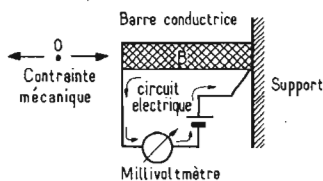

Fig. 1. - Principe de base de la jauge de contrainte.
a recours à un système électrique. Peu de choses ayant été dites à leur sujet, il semble donc important de signaler que les jauges de contrainte sont utilisées dans des domaines très divers de l'industrie, et dans certaines techniques de pointe (par exemple, les techniques spatiales). Pour réaliser cette mise en évidence, il est fait usage de la propriété qu'ont certains conducteurs de présenter des variations de résistance en fonction des contraintes mécaniques qu'ils subissent. On démontre la présence de ce phénomène par l'expérience suivante : (voir Fig. 1) on considère une barre conductrice de l'électricité (B) dont l'une des extrémités est fixée de façon rigide à un support. Un circuit